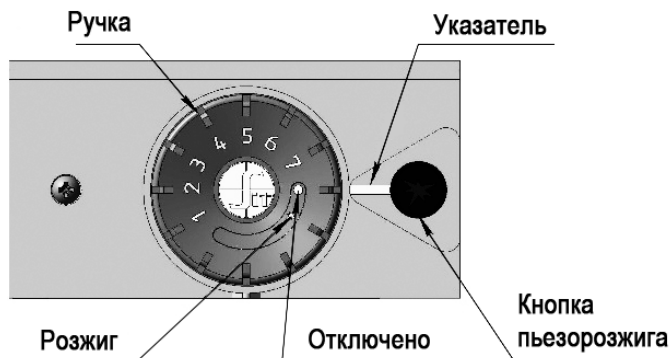

Рис. 10. Элементы управления на газовом блоке управления TGV307
Установить ручку газового блока в положение «Отключено» (см. рис. 10)
**ВНИМАНИЕ! ДЛЯ ПОВТОРНОГО РОЗЖИГА КОТЛА С ГАЗОВЫМ БЛОКОМ TGV307 НЕОБХОДИМО УСТАНОВИТЬ РУЧКУ В ПОЛОЖЕНИЕ «ОТКЛЮЧЕНО» (СМ. РИС. 10), А ТОЛЬКО ЗАТЕМ ПОВЕРНУТЬ РУЧКУ ГАЗОВОГО БЛОКА В ПОЛОЖЕНИЕ «РОЗЖИГ».**